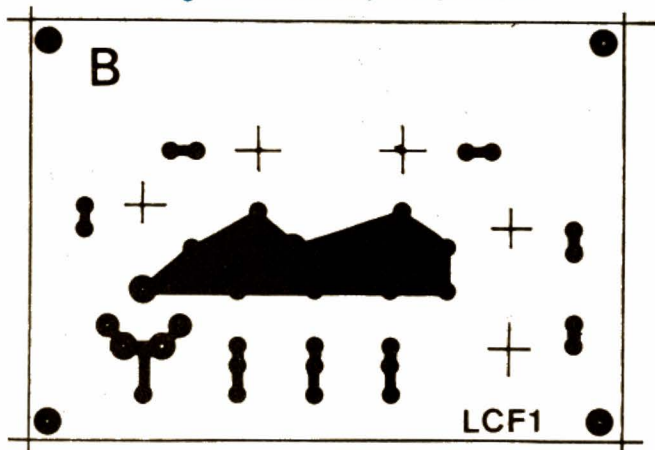

Fig. 7. - Circuit imprimé B.
b) Le Cl.B. (figure 7). Il porte les inductances et condensateurs  $L_r$  et  $C_r$ .